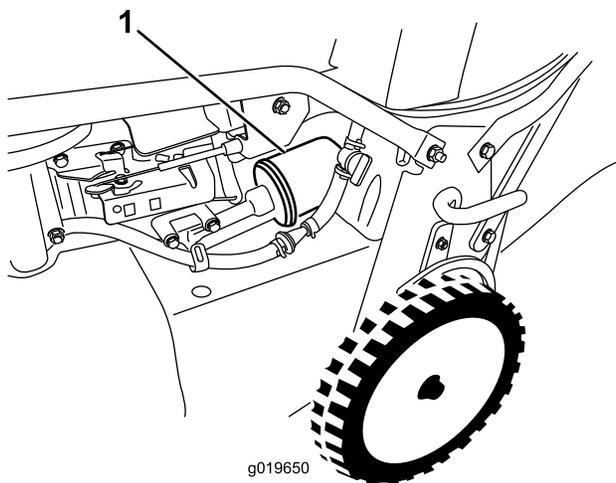

Figura 30
- Retire o filtro do óleo (Figura 30).